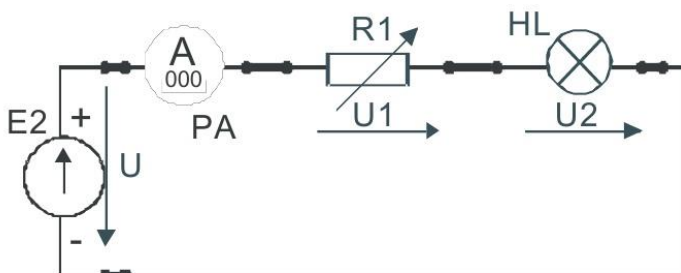

Рис. 1
2. Собрать электрическую цепь для снятия вольтамперных характеристик элементов цепи (рис. 1) и предъявить её для проверки преподавателю. В качестве регулируемого источника постоянного напряжения использовать источник $E1$, выходное напряжение которого можно регулировать. В качестве резистора $R1$ использовать резистор $R1$ стенда. Предъявить схему для проверки преподавателю.
5. Для указанного преподавателем значения входного напряжения выполнить графический расчет тока и напряжений на отдельных участках цепи по рис. 1. Результаты расчета занести в табл. 2.